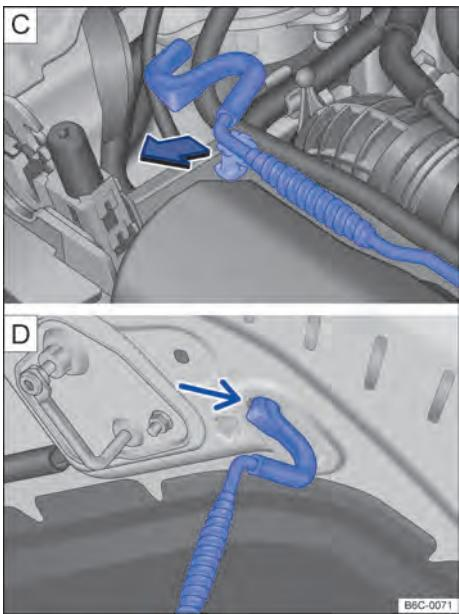

Fig. 182 **C** Haste de sustentação da tampa do compartimento do motor. **D** Tampa do compartimento do motor apoiada na haste de sustentação.
- Retirar a haste de sustentação do suporte no sentido da seta → Fig. 182 **C** e posicioná-la na abertura na tampa do compartimento do motor → Fig. 182 **D**.
- Levantar um pouco a tampa do compartimento do motor → ③.
- Retirar a haste de sustentação do furo → Fig. 182 **D** e encaixá-la no suporte do fecho → Fig. 182 **C**.